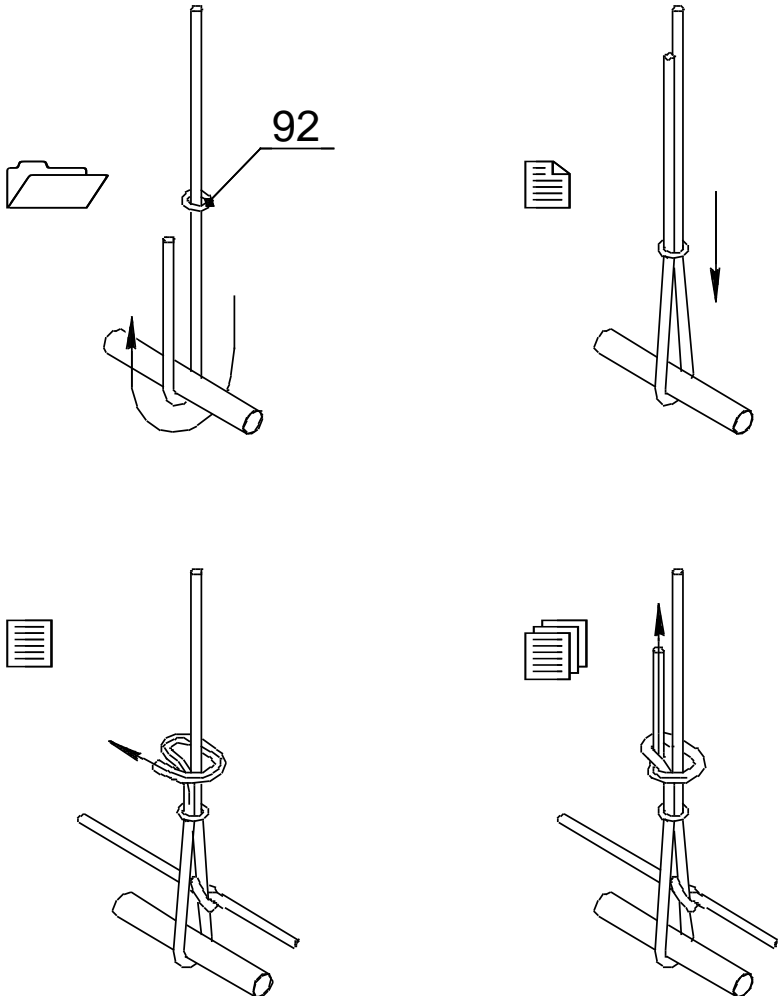

Рис.4 Схема крепления вертикальных плетей сетки лаза
- H. Закрепить вертикальные плети сетки лаза (рис.4).